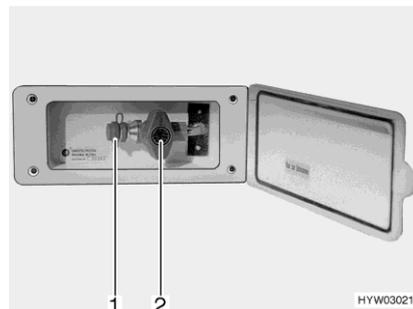

Fig. 90 Toma exterior de gas (válvula de paso de gas cerrada)
- Conectar el aparato de gas externo en el punto de conexión (Fig. 90,1).
- Abrir la válvula de paso de gas (Fig. 90,2).